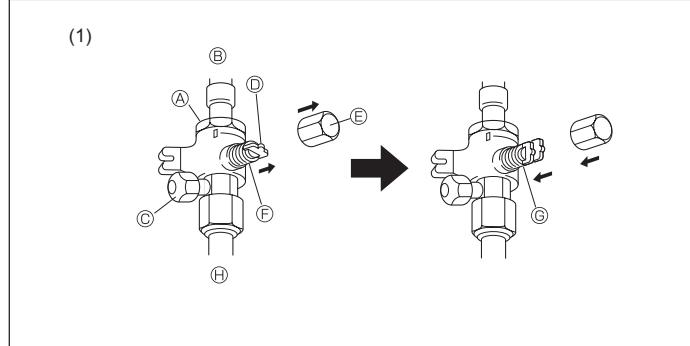
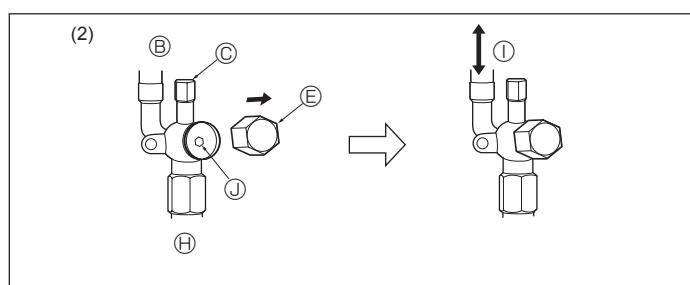

Fig. 5-8
Fig. 5-9
(1) Côté gaz (Fig. 5-8)
- ① Enlever le capuchon, ramener la poignée vers soi et la tourner d'un quart de tour en sens inverse des aiguilles d'une montre pour ouvrir la vanne.
- ② Vérifier que la vanne d'arrêt est complètement ouverte, appuyer sur la poignée et tourner le capuchon pour le ramener sur sa position d'origine.
(2) Côté liquide (Fig. 5-9)
- ① Retirez le bouchon, et tournez la tige de soupape à fond dans le sens antihoraire avec une clé hexagonale de 4 mm [3/16"]. Arrêtez de tourner quand elle frappe la retenue.
- ② Vérifier que la vanne d'arrêt est complètement ouverte et tourner le capuchon pour le ramener sur sa position d'origine.